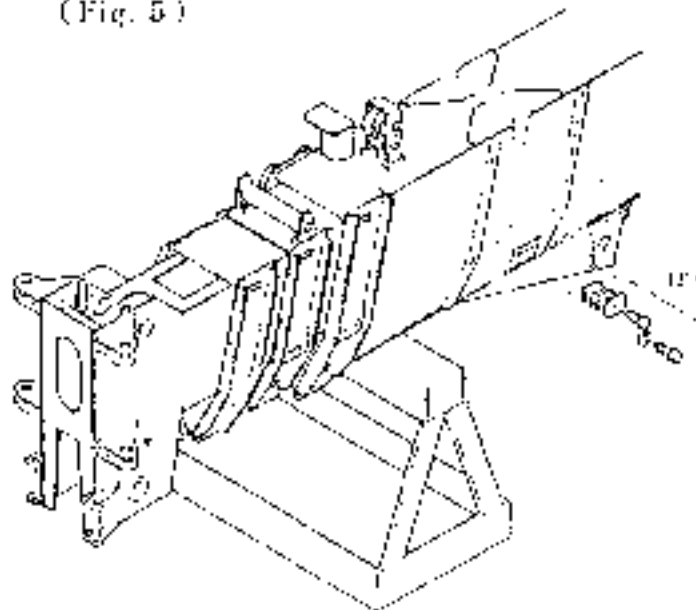

Fig. 5
2. Remove slide plate ass'ies ⑩ from the side of the base boom section. (Fig. 5)
2. ベースブーム側面のスライドプレート Ass'y ⑩を外す。(Fig. 5)